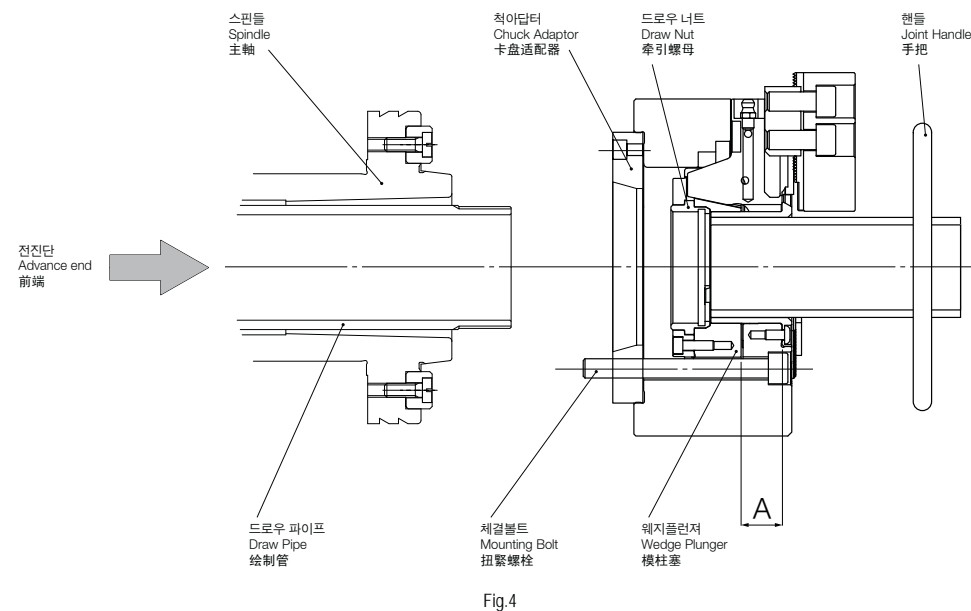
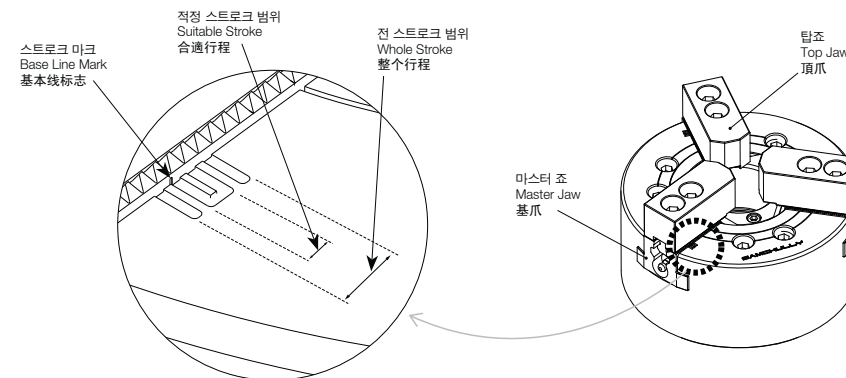

Fig.4
Fig.6
- (3) 척을 드로우 파이프에 연결합니다. 척의 소프트 조와 커버를 떼어내고 척 핸들을 척의 중심 구멍에 삽입하여 드로우 너트를 회전시키면서 드로우 파이프를 연결하여 주십시오. (Fig.4)
- (3) Connect the chuck to the drawpipe. Remove the soft jaw and cover of the chuck to insert the connecting handle in to the central hole of the chuck. Connect the chuck onto the drawpipe, turning the drawnut. (Fig.4)
- (3) 将卡盘连接到拉制管上。卸下卡盘的软钢卡爪(soft jaw)及其盖, 将卡盘扳手插入卡盘中心孔, 转动拉制螺母, 连接拉制管。(Fig.4)
(5) 마스터조의 위치를 조절합니다. 실린더 전진단에서 마스터조의 적정 위치는 커버부착면에서부터의 치수 A가 아래표가 되는 위치입니다.(Fig.4) 이때, 마스터조의 스트로크 마크가 전 스트로크 마크 외곽의 선에 맞추어져 있는 것을 확인해 주십시오.(Fig.6) 또 드로우 너트는 Clip stopper (회전멈춤장치)가 갖추어져 있어서 이 감촉이 있는 위치에서 조정완료 하도록 하여 주십시오.
(5) Adjust the master jaw to the correct position. The adequate master jaw position at the cylinder advance end is where dimension A from cover mounting face is shown in the following table. (Fig.4) At this time, Check the master jaw standard mark is aligned to the outer line of total stroke mark.(Fig.6) Since the clip stop (locking system) is provide to the draw nut, adjust the nut where it is effectual.
(5) 调节卡爪座的位置。从油缸前面的卡爪座的合适的位置是,从盖的安装面开始的尺寸A应为下表的位置。(Fig.4) 这时请确认卡爪座行程标识应对准前行程标识。(Fig.6) 此外由于拉制螺母有Clip stopper(转动停止装置),请调整到有这一感觉的位置。
(6) 커버 부착 후 흔들림 정도를 확인하여 주십시오. 척의 외주 흔들림,면 흔들림 정도는 0.02mm이하로 해주십시오.
공작물을 파악할때 마스터 조의 스트로크는 스트로크 범위의 중앙 및 적정 스트로크 범위 내에서 사용하는 것이 최적으로, 구조상 안전하고 정도상으로 좋습니다. 스트로크 끝 부분에서의 파악은 공작물 이탈(비산)의 위험이 있으므로 피하는 것이 좋습니다.(Fig.6)
It is the most desirable that the workpiece is gripped at mid stroke of the master jaw. To grip the workpiece correctly, avoid gripping at stroke end because it is danger due to discharges of workpiece.(Fig.6)
在夹持产品时,基爪的行程最好在行程范围的中央,或在适当的行程范围内,这样比较安全,精密度也好。在行程末端夹持时,由于加工产品可能被甩出去(飞散),因此请不要使用这种方法。(Fig.6)